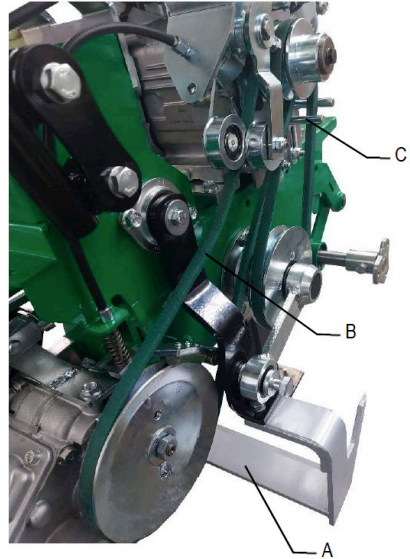

Abb. 9
- Zerlegen Sie die Klinge (Abb.9 Ref. A) gemäß den Anweisungen im Abschnitt „Demontage und Austausch des Messers“.
- Entfernen Sie dann den Maschinenvorschubriemen von seiner unteren Riemenscheibe, indem Sie den Riemen gegen den Uhrzeigersinn drehen (Abb.9 Ref. B)
- Zu diesem Zeitpunkt ist es erforderlich, die korrekte Positionierung und Funktion des Riemens zu überprüfen, indem auf den Steuerhebel für den relativen Maschinenvorschub gedrückt wird. Wenn dieser abgesenkt wird und der Riemen unter maximaler Spannung steht, muss der Abstand zwischen ihm und den entsprechenden Riemenführungen (Abb.9 Ref. C) ungefähr 2 mm betragen.